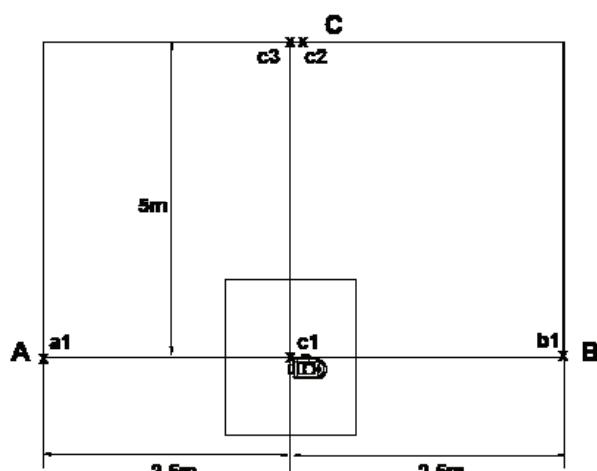

figura 8
6) Sul muro C, marcate il centro del raggio verticale laterale come punto c3, alla stessa altezza del punto c2 (vedi figura 8).